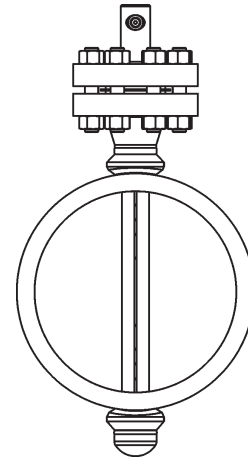

Рис. 2. Фланцевый монтаж с опорой с противоположной стороны.
- Фланцевый монтаж с опорой с противоположной стороны (рис.2)